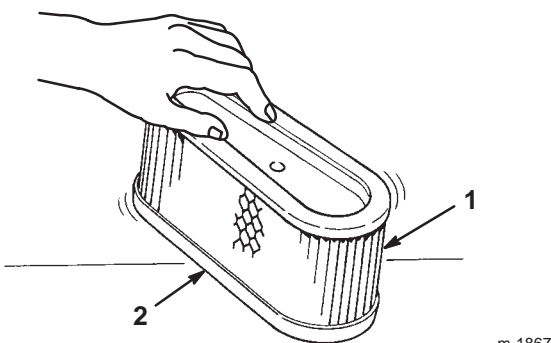

Bild 24
- Klopfen Sie den Einsatz leicht auf eine flache Unterlage, um Staub und Schmutz zu beseitigen (Bild 24).